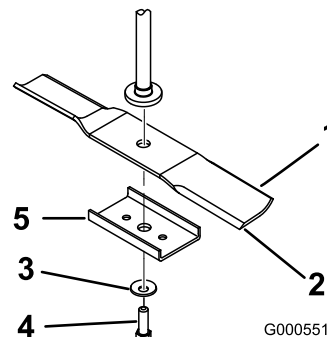

Figura 47
2. Retire cavilha da lâmina, a anilha curva, esticador de lâmina e lâmina do eixo (Figura 47).